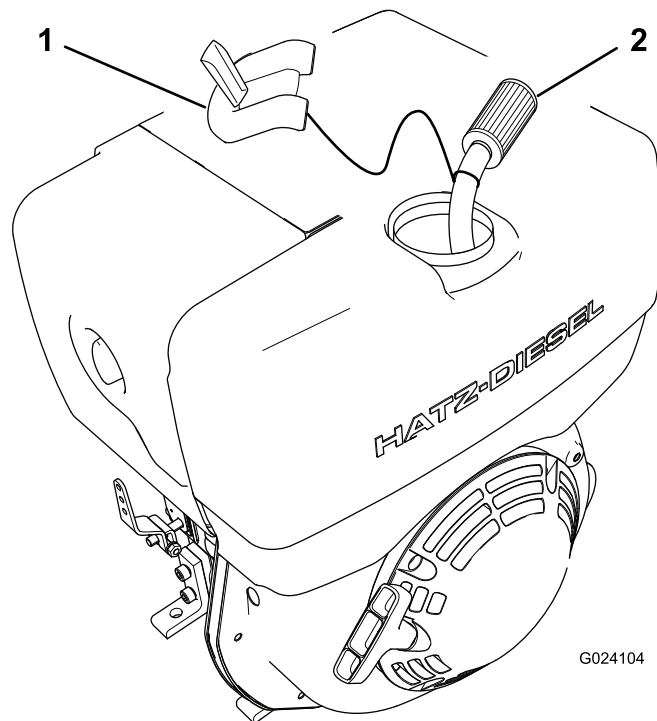

Figure 28
3. Retirez le filtre à carburant du réservoir (Figure 28).